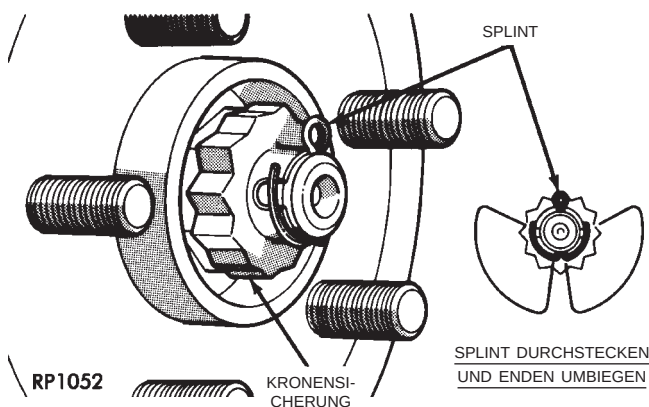

Abb. 55 Federscheibe, Kronensicherung und Splint einbauen
(12) Bei angezogenen Fahrzeugbremsen die Zentralmutter der Radnabe mit einem Anzugsmoment von 203 N·m (150 ft. lbs.) festziehen.
(13) Federscheibe, Kronensicherung und neuen Splint einbauen. Die Enden des Splints dicht um die Kronensicherung herumbiegen (Abb. 55).